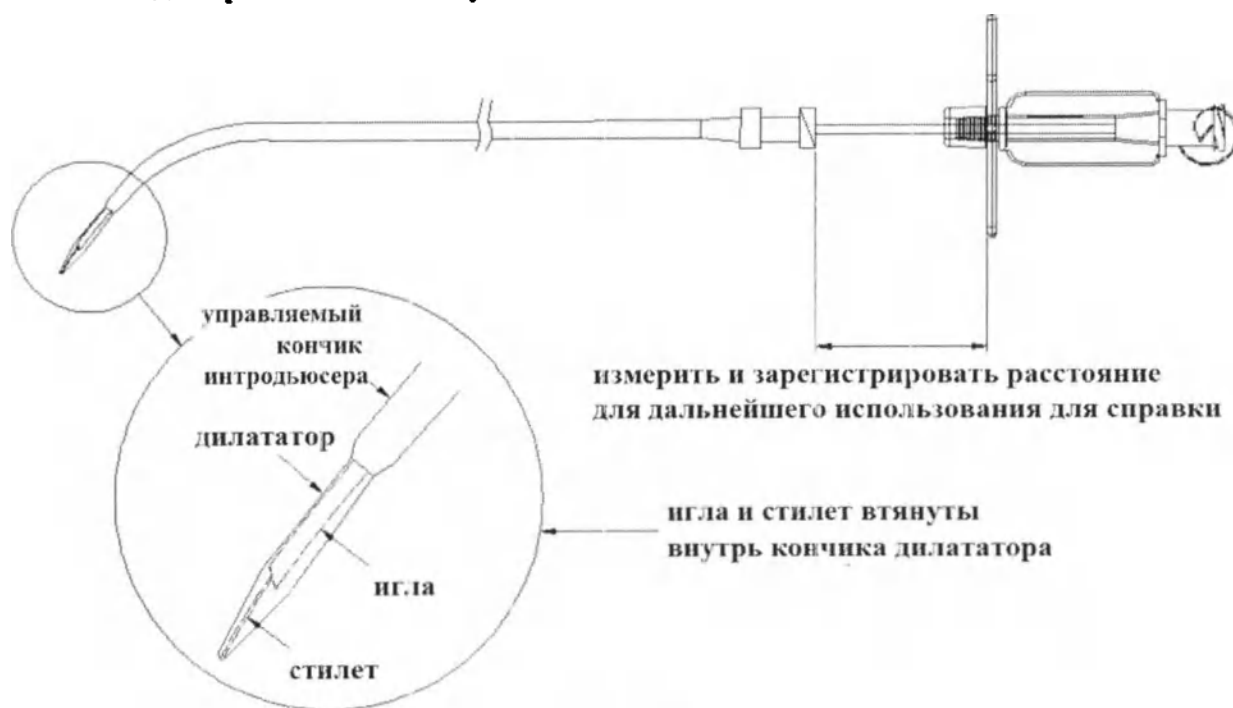

Рисунок 2
- Вытягивать иглу в сборе до тех пор, пока кончик стилета не окажется непосредственно внутри кончика дилататора. Измерить расстояние от указательного фланца до разъема дилататора с помощью инструмента измерения длины. Зарегистрировать это измерение для дальнейшего использования во время процедуры. (См. Рисунок 2 с увеличением в 2,9 раза).